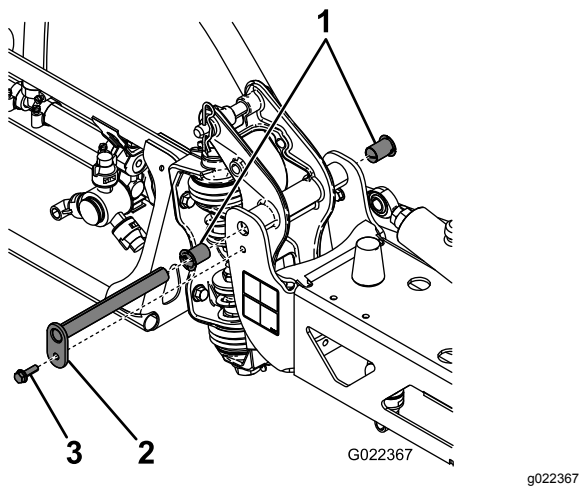

Bild 57
3. Wenn das Gewicht des Auslegers abgestützt ist, nehmen Sie die Schraube und die Mutter ab, mit denen der Lagerbolzen am Ausleger befestigt ist (Bild 57).
6. Nehmen Sie die Nylonbüchsen vorne und hinten an der Schwenkhalterung ab und prüfen Sie sie (Bild 57).
8. Montieren Sie den Ausleger und die Schwenkhalterung im mittleren Rahmen und fluchten Sie die Öffnungen aus (Bild 57).